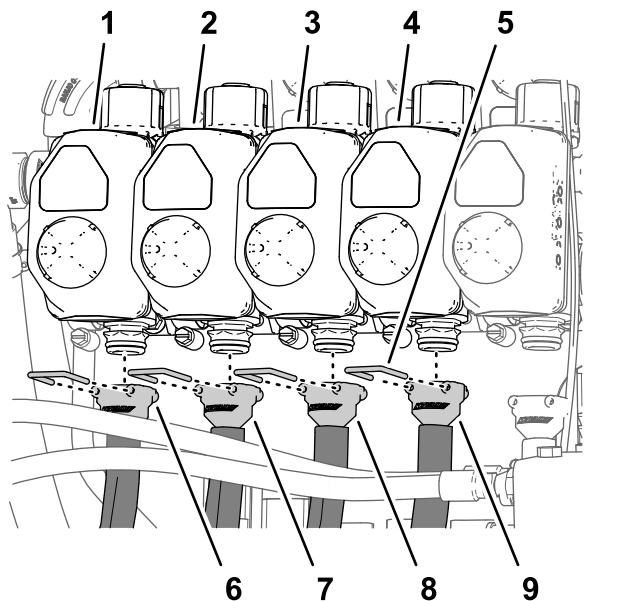
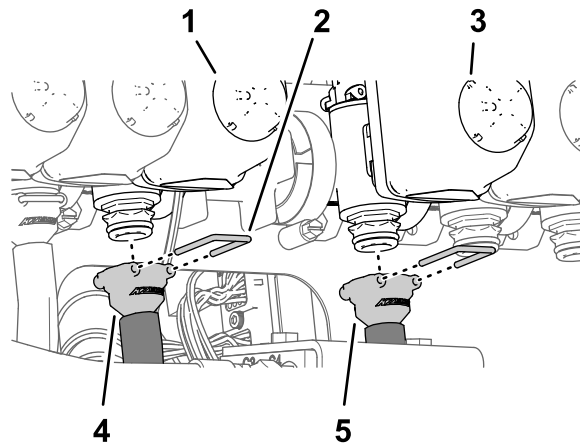
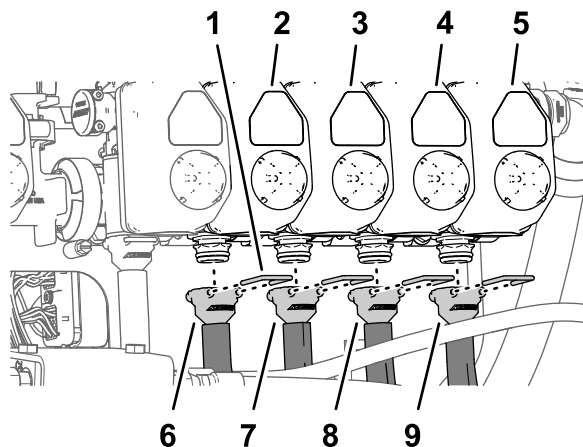

Figura 126
Figura 127
Figura 128
Nota: Consulte Figura 126 em Montagem dos tubos nas válvulas do bico 1 a 4 \(página 61\), Figura 127 em Montagem dos tubos nas válvulas do bico 5 e 6 \(página 61\) e Figura 128 em Montagem dos tubos nas válvulas do bico 7 a 10 \(página 62\) para ver as posições da válvula do bico.
1. Monte a união estriada reta de um tubo de alimentação com 279 cm no acoplador da válvula do bico 1 (Figura 126).
2. Prenda a união estriada ao acoplador com um retentor (Figura 126).
3. Monte a união estriada reta de um tubo de alimentação com 234 cm no acoplador da válvula do bico 2 (Figura 126).
4. Prenda a união estriada ao acoplador com um retentor (Figura 126).
5. Monte a união estriada reta de um tubo de alimentação com 188 cm no acoplador da válvula do bico 3 (Figura 126).
6. Prenda a união estriada ao acoplador com um retentor (Figura 126).
7. Monte a união estriada reta de um tubo de alimentação com 188 cm no acoplador da válvula do bico 4 (Figura 126).
8. Prenda a união estriada ao acoplador com um retentor (Figura 126).
1. Monte a união estriada reta de um tubo de alimentação com 81 cm no acoplador da válvula do bico 5 (Figura 127).
2. Prenda a união estriada ao acoplador com um retentor (Figura 127).
3. Monte a união estriada reta de um tubo de alimentação com 81 cm no acoplador da válvula do bico 6 (Figura 127).
4. Prenda a união estriada ao acoplador com um retentor (Figura 127).
1. Monte a união estriada reta de um tubo de alimentação com 188 cm no acoplador da válvula do bico 7 (Figura 128).
2. Prenda a união estriada ao acoplador com um retentor (Figura 128).
3. Monte a união estriada reta de um tubo de alimentação com 188 cm no acoplador da válvula do bico 8 (Figura 128).
4. Prenda a união estriada ao acoplador com um retentor (Figura 128).
5. Monte a união estriada reta de um tubo de alimentação com 234 cm no acoplador da válvula do bico 9 (Figura 128).
6. Prenda a união estriada ao acoplador com um retentor (Figura 128).
7. Monte a união estriada reta de um tubo de alimentação com 279 cm no acoplador da válvula do bico 10 (Figura 128).
8. Prenda a união estriada ao acoplador com um retentor (Figura 128).